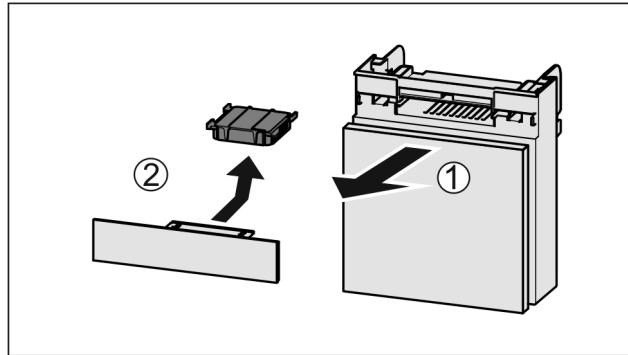

Fig. 50
- Vytiahnite zásuvku smerom dopredu Fig. 50 (1).
- Vyberte aktívny uhlíkový filter Fig. 50 (2).